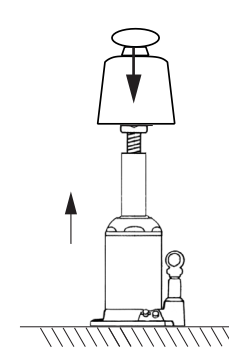

Fig.3
• Let erop dat de krik bij het heffen op een vlakke en vaste ondergrond staat (Fig. 3).
• Controllare che il martinetto si trovi su una superficie piana e solida in sede di sollevamento (Fig. 3).
• Ao elevar cargas, providenciar de forma ao macaco estar assente em superfície plana e sólida (Fig. 3).